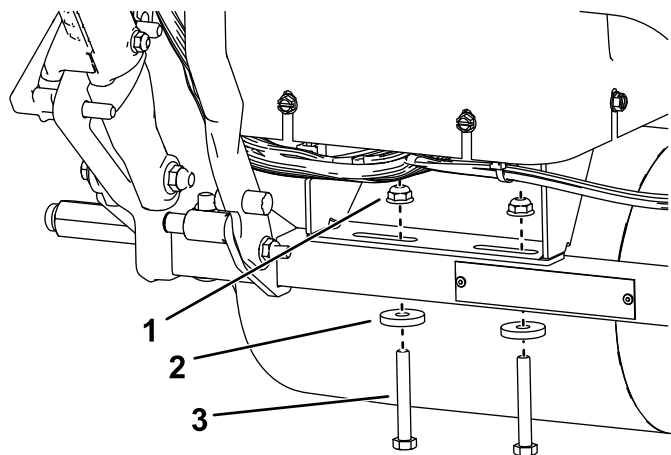

Figura 11
2. Montate il supporto del gruppo piattaforma posteriore al telaio come illustrato nella Figura 11.